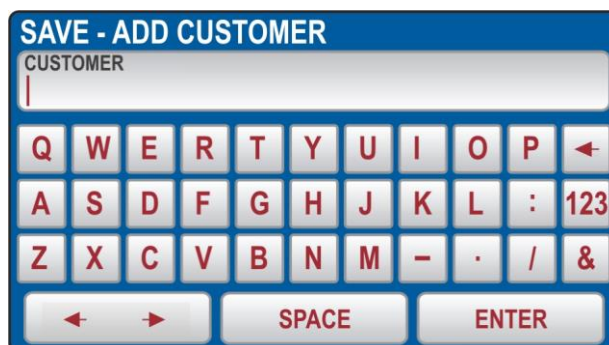

Fig. 82: Menu SALVA – Aggiunta CLIENTE
6. Premere il tasto virtuale **AGGIUNGI NUOVO/ADD NEW** per aggiungere un nuovo cliente (vedere Fig. 82)